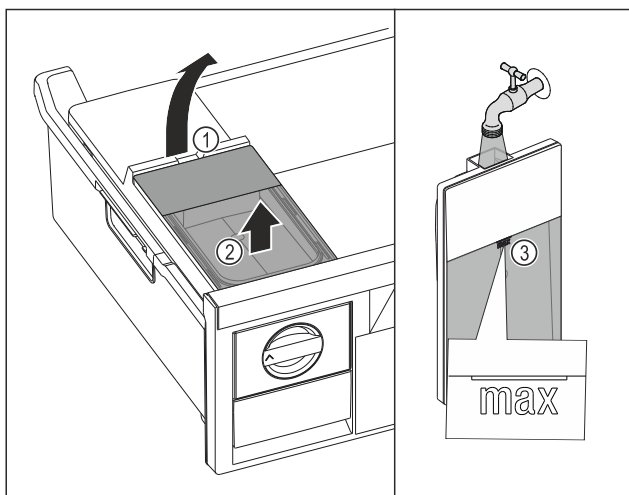

Fig. 78
- Watertank aan de uitsparing Fig. 78 (1) optillen.
- Watertank naar boven toe verwijderen. Fig. 78 (2)
- Watertank tot de markering Fig. 78 (3) vullen met drinkwater.